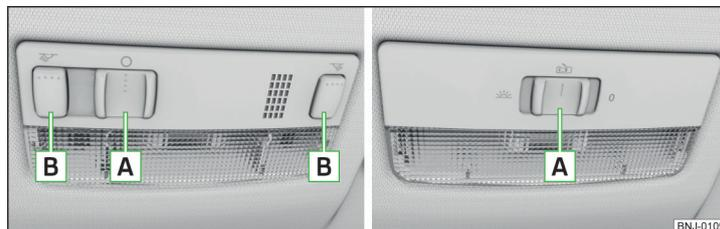

Fig. 45 Commande des phares avant : variante 1/variante 2
Positions du commutateur ajustable [A] » fig. 45
**Activer/désactiver (en appuyant sur le commutateur correspondant [B])** » fig. 45